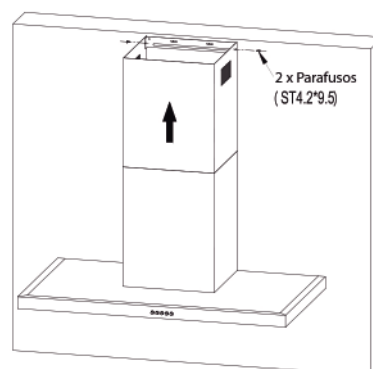

Fig.8
- Fixe a extensão da chaminé (fig.8).